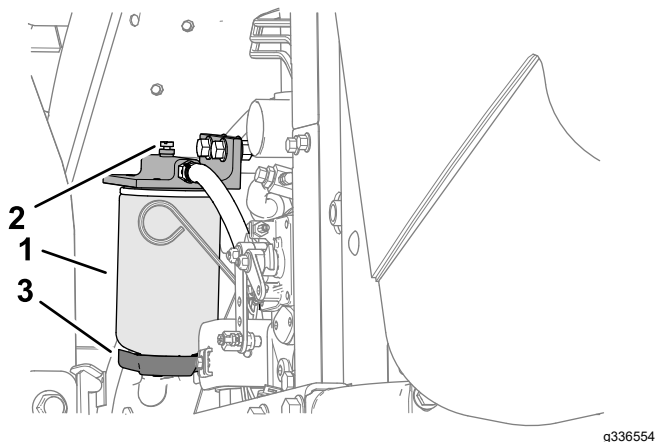

Figura 76
4. Allentate la valvola di spurgo situata nella parte inferiore della scatola del filtro (Figura 76).
3. Pulite la superficie circostante la scatola del filtro (Figura 76).